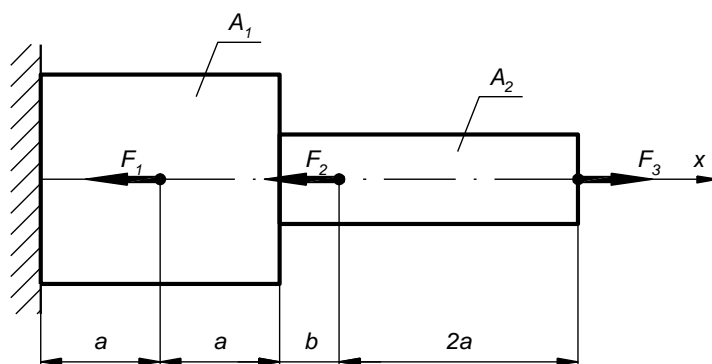

Рисунок 2 – Стержень с прямолинейной осью
Для построения эпюр  $N$  и  $\sigma$  рассмотрим столько сечений, сколько участков имеет стержень. Число участков определяется точками приложения внешних сил  $F_1, F_2, F_3$  и реакции жёсткого защемления  $R$  (рисунок 3), а также, на основании формулы (2), изменением размеров поперечного сечения (см. рисунок 2). Таким образом, для данного стержня следует рассмотреть четыре сечения.